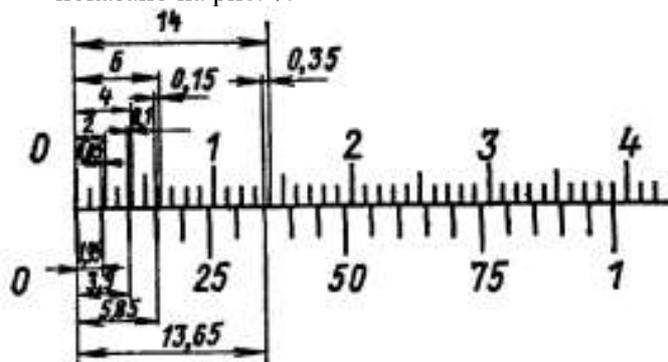

Рис. 7. Чтение показаний штангенциркуля ШЦ- II
2. при отсутствии просвета между губками для наружных измерений или при большом просвете (не более 3 мкм) нулевые штрихи штанги и нониуса при сдвинутых губках должны совпадать. Положение шкалы штангенциркуля и нониуса штангенциркуля ШЦ-II величиной отсчета $0,05$ мм показано на рис. 7.